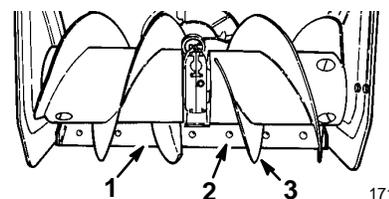

Abbildung 8
- Die Schneefräse auf einer flachen Oberfläche abstellen und prüfen, ob die Schürfleiste (Abb. 8) parallel zum Boden ist. Wenn nicht, Schürfleiste einstellen. Siehe dazu *Einstellung der Schürfleiste und der Rutschbleche* auf Seite 21.